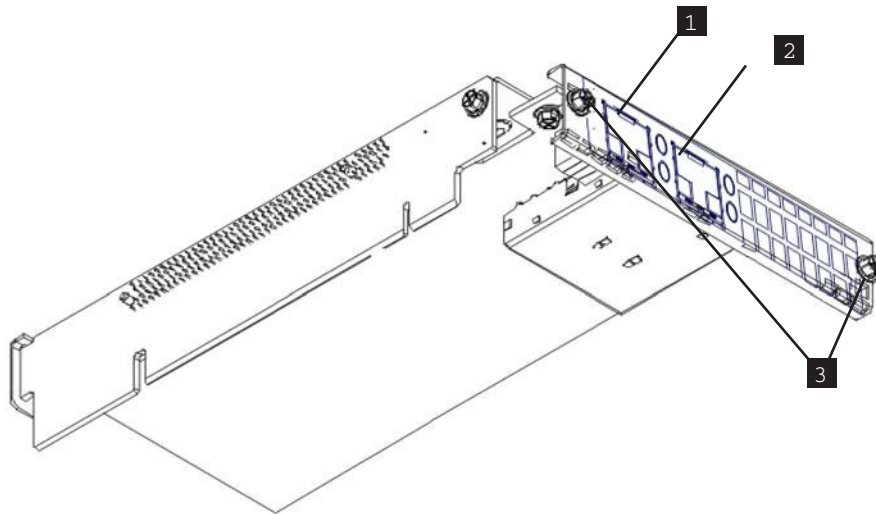

図 193. SAN ボリューム・コントローラー 2145-CG8 10 Gbps イーサネット・ライザー・カード・アセンブリーと後部レールの断面図
6. ノードの後部から 2 本の止めねじを使用して、イーサネット・ライザー・カード・アセンブリーを固定します (図 193 で、レールのセクションの断面図を参照)。